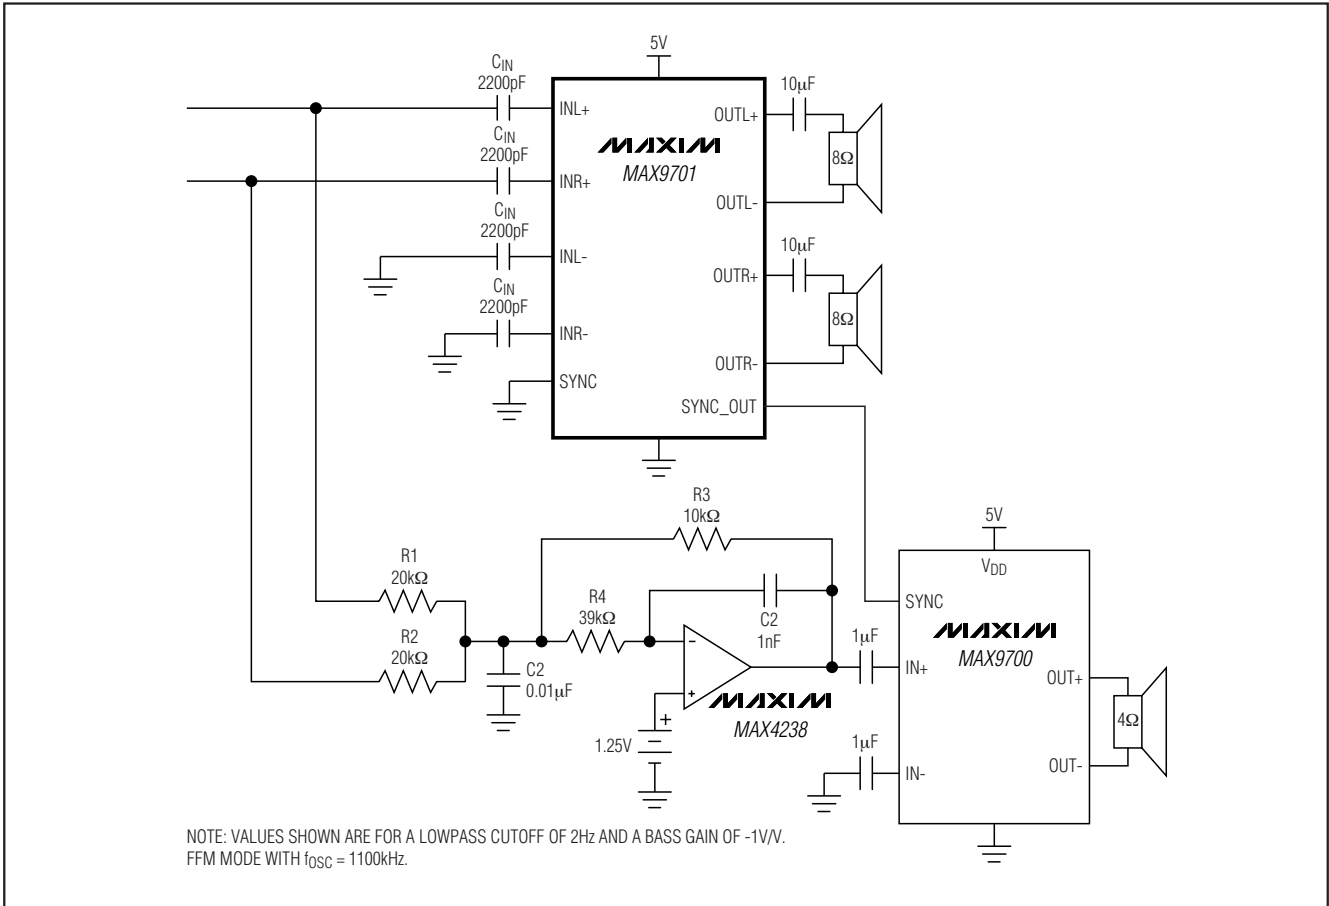

图8. 2.1声道应用电路
2.1声道典型应用电路中(图8)，MAX9701被配置为中/高音放大器，而MAX9700被配置为单声道低音放大器。输入电容(C_{IN})设置高通截止频率，公式如下：